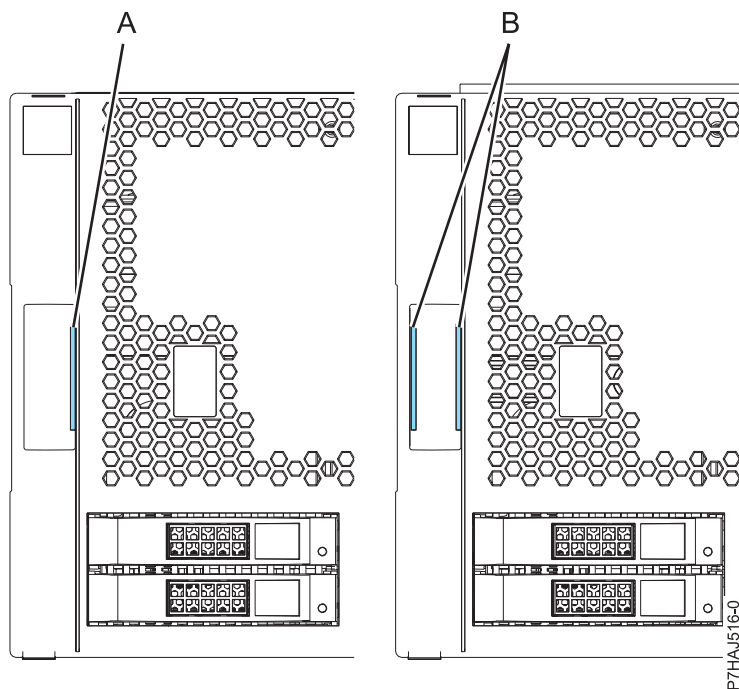

Figura 7. Identificar as tampas mais antigas e as mais recentes
Nota: As tampas mais antigas enviadas antes de 1 de Março de 2011 podem ser identificadas por uma faixa azul única (A) nos trincos do conjunto da tampa. As novas tampas enviadas após 1 de Março de 2011 têm 2 faixas azuis (B) nos trincos do conjunto da tampa. Consulte o tópico Figura 7 na página 31.